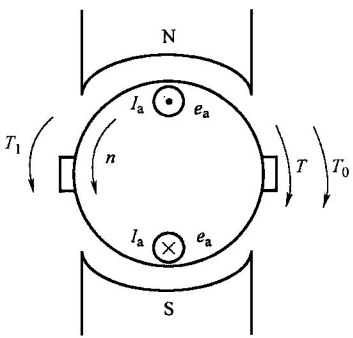

图 1-24 直流发电机运行过程
2. 直流发电机的运行过程 当原动机拖动电枢旋转时,如图 1-24 所示,电枢导体切割磁力线产生感应电动势,其方向可用右手定则确定。从线圈内部来看,感应电动势 e_a 是交变的,但由于换向器和电刷的作用,将线圈产生的交变电动势变换为电刷两端方向恒定的电动势 E_a ,使外电路的电流按一定方向流动。另一方面,电枢上通电导体在磁场中会受到电磁力的作用,并产生与电枢转向相反的电磁转矩 T ,即制动转矩,原动转矩 T_1 克服此制动转矩与空载阻转矩 T_0 而做功,将机械能转换成电能。